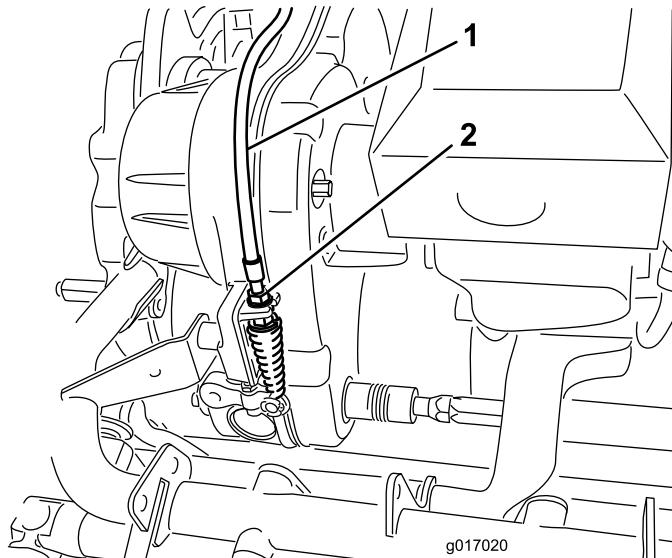

Bild 47
2. Stellen Sie den Spindelbowdenzug am Getriebeschott (Bild 47) ein, um eine Federlänge von 70,6 mm bis 72,4 mm zu erhalten.